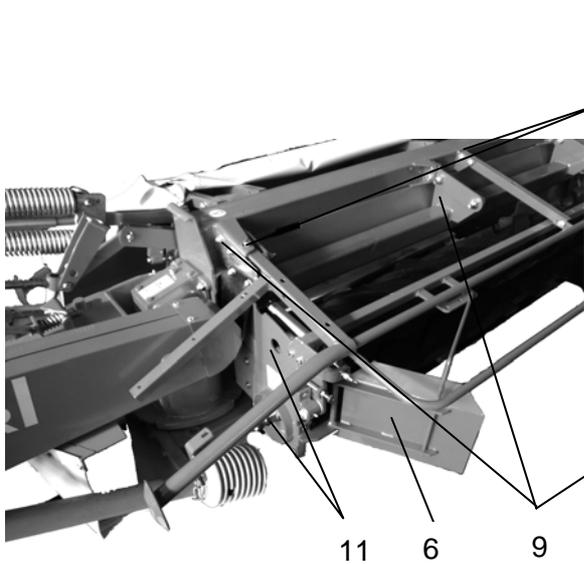
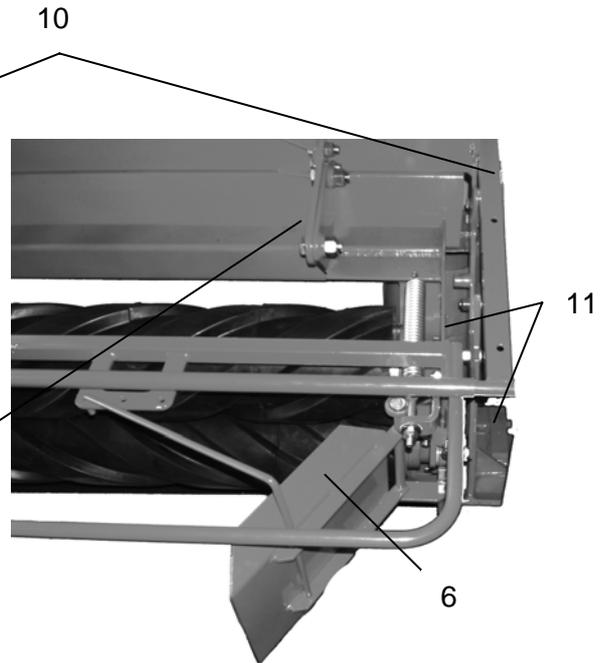

Abbildung 36:
Abbildung 37:
- Schwadbleche (Position 6 Abbildung 36 und Abbildung 37) auf die gewünschte Schwadbreite einstellen.
- Lager (Position 11 Abbildung 36 und Abbildung 37) abschmieren (Intervalle zusammen mit den Gelenkwellen).
- Der gesamte Gummiwalzenaufbereiter hängt an drei Punkten im Mähwerk (Position 9 Abbildung 36 und Abbildung 37)
- Der Schutzrahmen für den Gummiwalzenaufbereiter (Position 10 Abbildung 36 und Abbildung 37) wird mit Schrauben an das Mähwerk befestigt.